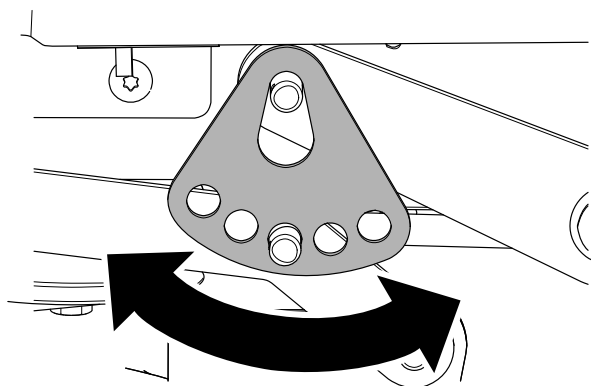

Figura 69
7. Gire la placa de ajuste de la altura de corte a otro orificio para que apoye el peso de la carcasa de corte después de instalar la placa (Figura 69).
8. Instale la arandela y la chaveta (Figura 69).